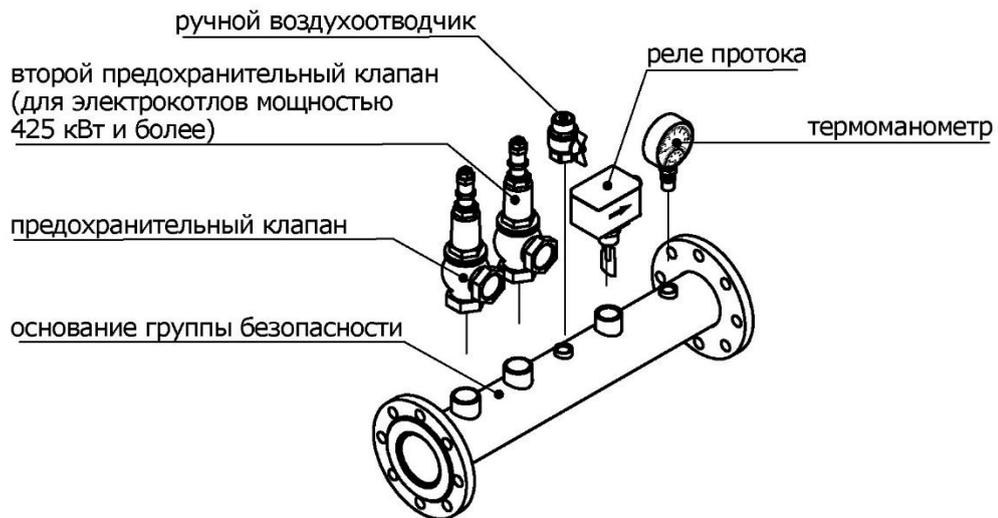

Рис. 4
6.7. Реле протока монтируется на основании группы безопасности (см. рис. 4) так, чтобы направление потока совпадало с направлением стрелки на корпусе. Перед монтажом на рычаг реле протока необходимо установить подходящий по размеру лепесток из комплекта поставки. Лепесток реле протока при перемещении не должен касаться стенок трубы и при этом быть максимально возможным по размеру (допускается корректировать размер лепестка, отрезая ножницами лишние участки лепестка). Нормально-разомкнутые зажимы переключателя реле протока необходимо к соответствующему кабелю электродкотла (кабель реле протока при транспортировке электродкотла закреплён хомутом на выходном патрубке).
6.11. Перед циркуляционным насосом обязательно должен быть установлен фильтр грубой очистки с размером ячеек сетки фильтрующего элемента не более 500 мкм, обратный клапан (при параллельном подключении нескольких электродкотлов) и кран (см. рис. 4).